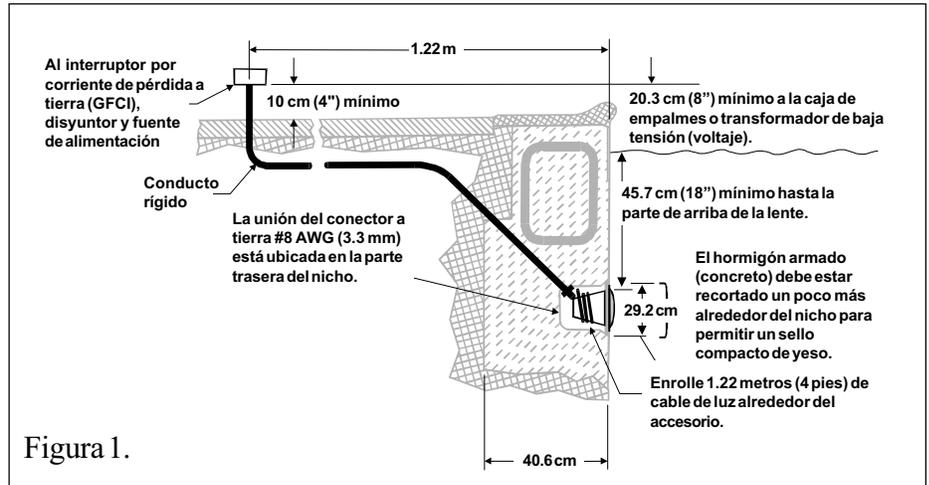

Figura 1.
A. Los siguientes pasos de preparación tienen que haberse completado por el electricista antes de instalar el accesorio para lámpara. (Vea la figura 1 abajo.)
- b. La caja de empalmes (o, para los modelos de 12 voltios, el transformador de baja tensión) esté colocada por lo menos a 20.3 centímetros (8 pulgadas) arriba del nivel de tierra y por lo menos a 1.22 m (48 pulgadas) de distancia del borde de la piscina. (Vea la figura 1 abajo.)
- d. El nicho mojado está instalado correctamente de tal manera que el borde superior de la lente de la lámpara subacuática esté por lo menos a 45.7 cm (18 pulgadas) por debajo de la superficie del agua en la piscina. (Vea la figura 1, abajo.)
- e. El nicho mojado está unido eléctricamente en la forma correcta y conectado a tierra a través del conector a tierra Núm. 8 AWG (3.3 mm) ubicado en la parte trasera del nicho. (Vea la figura 1.)
1. Pase el cordón a través del conducto hasta la caja de empalmes, dejando por lo menos 1.22 metros (4 pies) de cordón o cable en el accesorio para lámpara para enrollarlo en la misma lámpara. (Vea la figura 1.) Este metro veintidós centímetros (4 pies) de cordón alrededor del accesorio de la lámpara le permitirá darle servicio a dicha lámpara después de que se llene de agua la piscina.
- b. La caja de empalmes (o, para los modelos de 12 voltios, el transformador de baja tensión) debe estar por lo menos a 20.3 centímetros (8 pulgadas) arriba del nivel de tierra y por lo menos a 1.22 m (48 pulgadas) de distancia del borde de la piscina. (Vea la figura 1 abajo.)
- e. El nicho mojado está unido eléctricamente en la forma correcta y conectado a tierra a través del conector a tierra Núm. 8 AWG ubicado en la parte trasera del nicho. (Vea la figura 1.)
5. Deje por lo menos 1.22 metros (4 pies) de cordón o cable alrededor del accesorio de la lámpara. (Vea la figura 1.) Este metro veintidós centímetros (4 pies) de cordón enrollado alrededor del accesorio de la lámpara permitirá que se le dé servicio a la lámpara después de que se llene de agua la piscina.